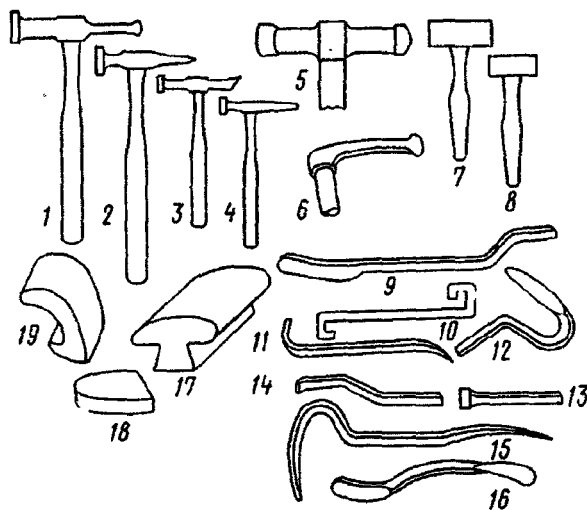

Рис. 376. Набор инструмента для устранения вмятин:
4) вмятины в труднодоступных местах устраняйте специальными оправками и подержками (рис. 376) или вырезайте со стороны, противоположной вмятине, окна для введения инструмента;